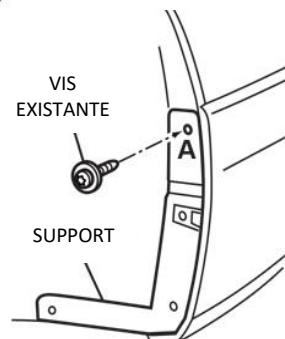

FIGURE 3
4. Align splash guard to bracket. Eliminate gaps to the vehicle and ensure inboard trim line of splash guard matches inboard trim line of bracket. Install supplied M4.2 x 24 fastener at location (B). See figure 3.
5. While holding splash guard and bracket firmly together and ensuring there are no gaps to the vehicle, drill a 13/64" (5.0 mm) hole at locations (C), (D) and (E). For locations (C) and (D), the holes should be drilled through the splash guard, bracket and wheel liner. For location (E), hole should be drilled through splash guard and fascia. See figures 3 and 4.
6. Remove fastener at location (B) and remove splash guard. Attach supplied U-nut to bracket at location (C). See figures 3 and 5.
- Aligner la bavette garde-boue avec le support. Éliminer les espaces entre le véhicule et s'assurer que la garniture intérieure de la bavette garde-boue correspond à garniture intérieure du support. Poser la vis M4.2 x 24 fournie à l'emplacement (B). **Voir la figure 3.**
- Tenir l'ensemble bavette garde-boue et support fermement l'un contre l'autre en s'assurant qu'il y a aucun espace entre l'ensemble et le véhicule, puis percer un trou de 13/64 po (5,0 mm) aux emplacements (C), (D) et (E). Pour les emplacements (C) et (D), percer les trous à travers la bavette garde-boue, le support et la doublure de roue. Pour l'emplacement (E), le trou doit être percé dans la bavette garde-boue et le carénage. **Voir les figures 3 et 4.**
- Retirer la fixation de l'emplacement (B), puis retirer la bavette garde-boue. Fixer l'écrou en U fourni sur le support à l'emplacement (C). **Voir les figures 3 et 5.**